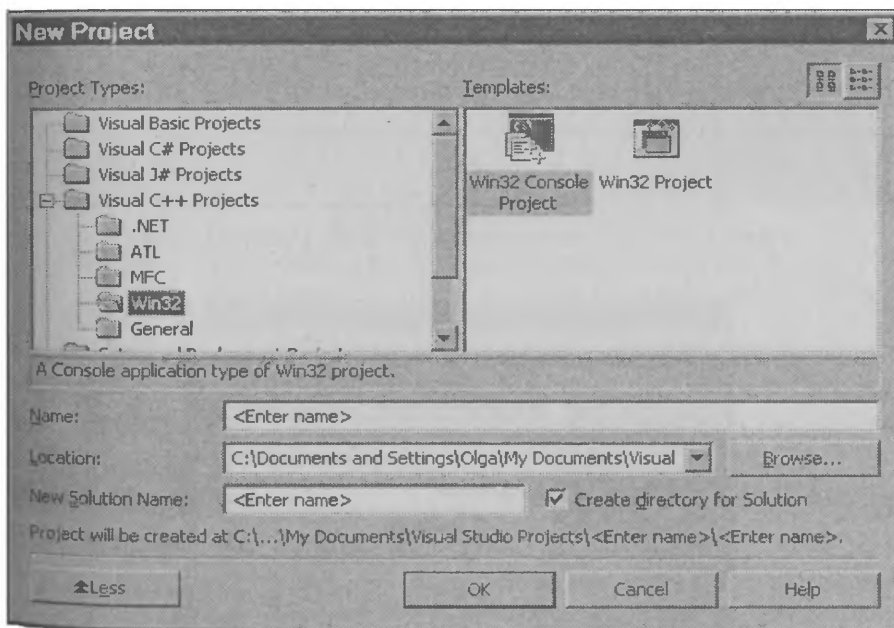

Рис. 2.16. Новый проект для создания модуля IDA Pro
2. Разверните папку **Visual C++ Projects**. В этой папке разверните папку **Win32** и в правой панели диалогового окна **New Project** выберите значок **Win32 Project**. В поле **Name** введите имя проекта и нажмите кнопку **OK**. Результат выполнения шагов 1 и 2 показан на рис. 2.16.